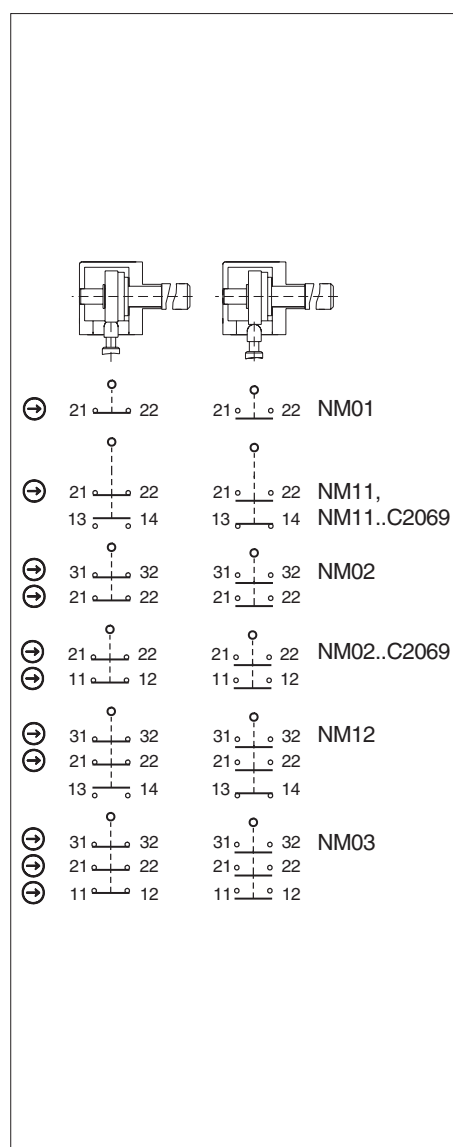

Fig. 3: Elementos interruptores y funciones de conmutación
Debe usarse como mínimo un contacto →. Este señala la posición del resguardo (para la asignación de contactos, consulte la Fig. 3).
3. Apriete las conexiones y bornes con 0,5 Nm (para la asignación de contactos, consulte la Fig. 3).